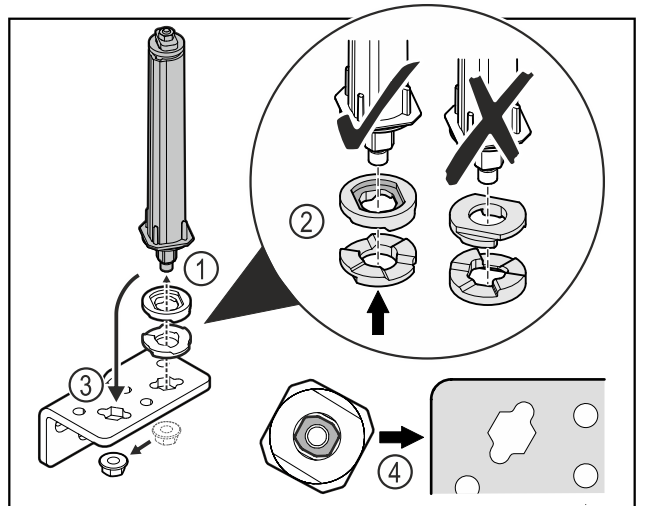

Fig. 26
- Desserrer l'écrou et retirer le système de fermeture de porte Fig. 26 (1).
- Veiller à ce que les rondelles de réglage de la hauteur soient correctement orientées Fig. 26 (2).
- Mettre le système de fermeture de la porte dans l'autre trou de l'équerre de charnière et le fixer avec l'écrou Fig. 26 (3).
- Lors de la mise en place, veiller à bien orienter le système de fermeture de porte Fig. 26 (4).